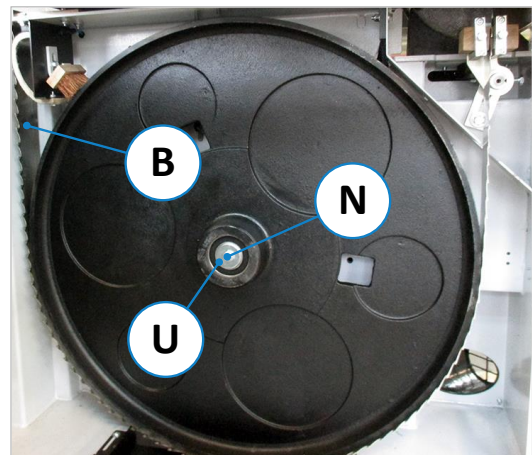

Abbildung 92: Antriebsriemen auswechseln
- Spannmutter (**S**) an der Gewindestange (**G**) mit einem Gabelschlüssel SW17 anziehen, bis die richtige Riemenspannung erreicht ist (siehe auch ⇒ Abbildung 92).
- Siehe ⇒ Abbildung 92: Sechskantschraube (**N**) und Unterlegscheibe (**U**) aus der Radnabe entfernen (Schlüsselweite = 19 mm).